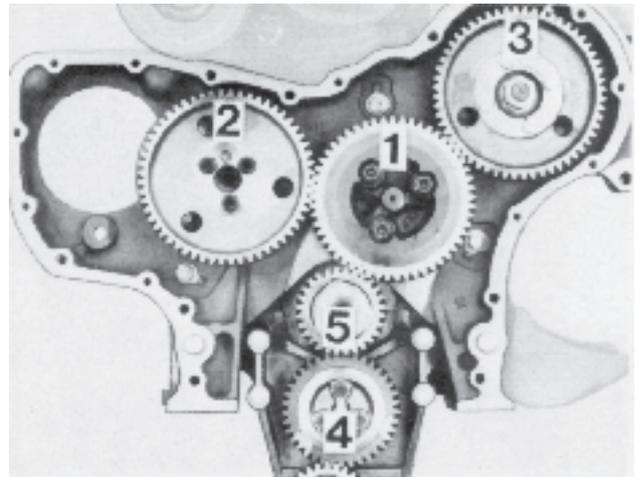
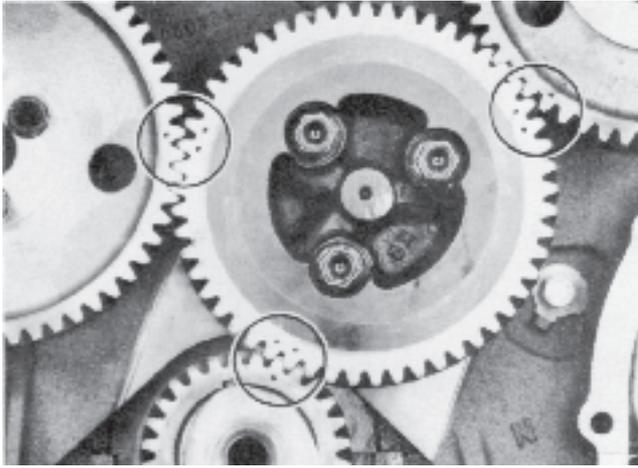
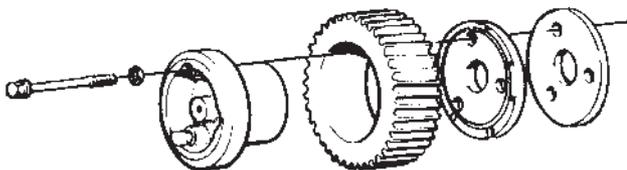

Fig. 79. Pignons de distribution
Fig. 81. Pignons de distribution, calage de base
Fig. 82. Pignon intermédiaire de distribution
10. Déposer le pignon intermédiaire (1, figure 79) avec son axe, le chapeau et la rondelle butée.
Tous les pignons qui jouent un rôle important dans le calage de la distribution sont repérés au pointeau, soit sur une dent, soit sur un entre-dent (figure 81).
2. S'assurer que la goupille de positionnement du pignon d'arbre à cames a été remise en place. Remonter le pignon d'arbre à cames (2, figure 79). Couple de serrage: 45 Nm (4,5 kpm). Bloquer les vis avec une rondelle.
3. Régler le vilebrequin de façon à mettre le piston du 1er cylindre au point mort haut (rainure à clavette de vilebrequin dirigée vers le haut). Monter le pignon intermédiaire (1, figure 79) en notant le repère (figure 81). Le chapeau de palier et la rondelle butée seront placés comme le montre la figure 82.
4. **Série 60** : remonter le pignon de la pompe d'injection (3) avec la pièce intermédiaire mais sans serrer les vis. Vérifier que les repérages coïncident comme le montre la figure 81.
Série 70 : s'assurer que la goupille de positionnement a été remise en place sur l'arbre de la pompe d'injection et remonter le pignon de commande de la pompe. Veiller à ce que les repérages coïncident comme le montre la figure 81.